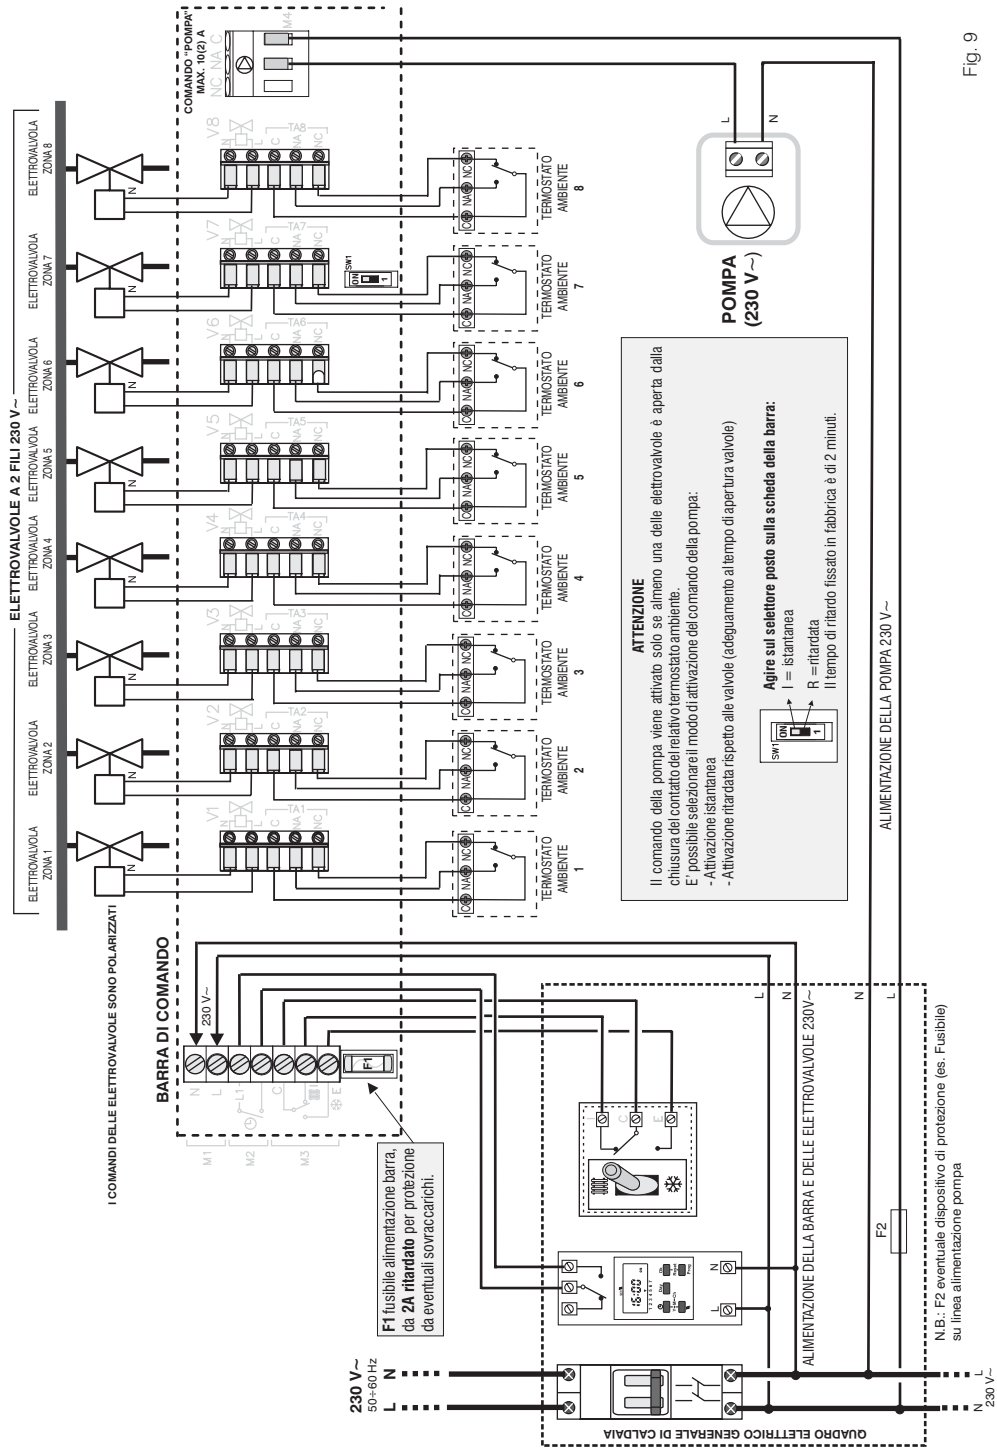

Fig. 9
- Eseguire i collegamenti elettrici come indicato nello schema elettrico seguente (fig. 8) in funzione del modello: 4, 6 o 8 zone (vedi anche esempio schema di installazione a pagina successiva - fig. 9).